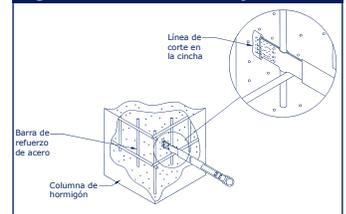

Figura 8: Conector del anclaje instalado
3.4 INSTALACIÓN DE LA SEGUNDA UBICACIÓN: Para instalar el ancla incorporada para hormigón de bucle doble en una segunda ubicación, coloque el bucle creado entre el extremo de la manga de desgaste y el extremo cosido sobre la barra de refuerzo. Una vez que el conector del anclaje esté en su lugar, se puede verter el hormigón dentro de las matrices. Véase la figura 8.